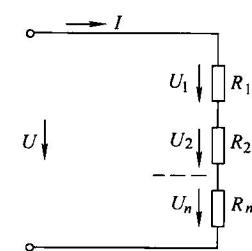

图 1-20 串联电路
(1) 电阻串联电路 如图 1-20 所示，假定有  $n$  个电阻  $R_1, R_2, R_3, R_4, \dots, R_n$  顺序相接，其中没有分岔，则称为这  $n$  个电阻串联。串联电路特点是：
**【例 1-9】** 图 1-20 所示的电阻串联电路中  $n=3$ 。已知  $R_1=2\Omega$ ,  $R_2=4\Omega$ ,  $U_1=6V$ ,  $U=21V$ 。求：1) 通过  $R_1$ 、 $R_2$ 、 $R_3$  的电流  $I_1$ 、 $I_2$ 、 $I_3$ ; 2)  $R_2$  和  $R_3$  两端的电压; 3) 电阻  $R_3$ ; 4) 等效电阻  $R$ 。